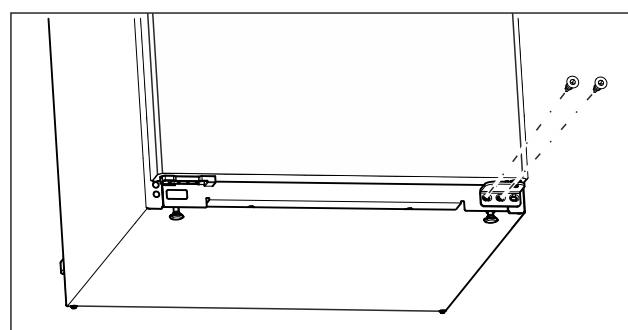

Fig. 7
- Відкрутіть середній гвинт на нижньому опорному кронштейні за допомогою викрутки Torx 20. (див. Fig. 7)
- Відкрутіть внутрішній гвинт на нижньому опорному кронштейні за допомогою викрутки Torx 20. (див. Fig. 7)